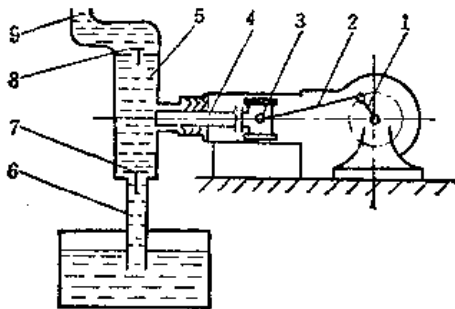

图4-2-2 单柱塞泵工作原理图
(1) 主要结构 高压泵是水力清砂中的关键设备,常用的有柱塞泵和活塞泵两种。大多数工厂使用工作压力为20MPa的柱塞式高压泵。图4-2-2为单柱塞式高压泵,由电机带动曲柄1、连杆2,使柱塞4往返一次,完成一次吸入和排出工作循环。单柱塞泵的输出量是脉冲的,效率太低。目前都采用三柱塞高压泵,即在同一主轴上装有三个单柱塞泵,相位120°,合用一套进、排水管,所以流量均匀、脉冲小、压力高、结构刚性好。